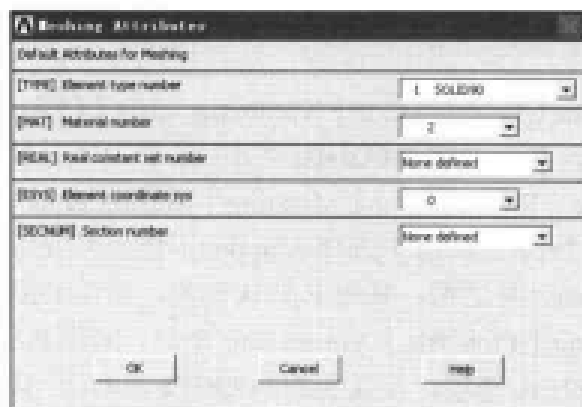

图 9-108 网格划分属性设置对话框
(21) 选择 Main Menu | Preprocessor | Meshing | Mesh Attributes | Default Attrbs 命令, 出现 Meshing Attributes 对话框, 在 [MAT] Material number 下拉列表框中选择 2, 如图 9-108 所示, 单击 OK 按钮关闭该对话框。